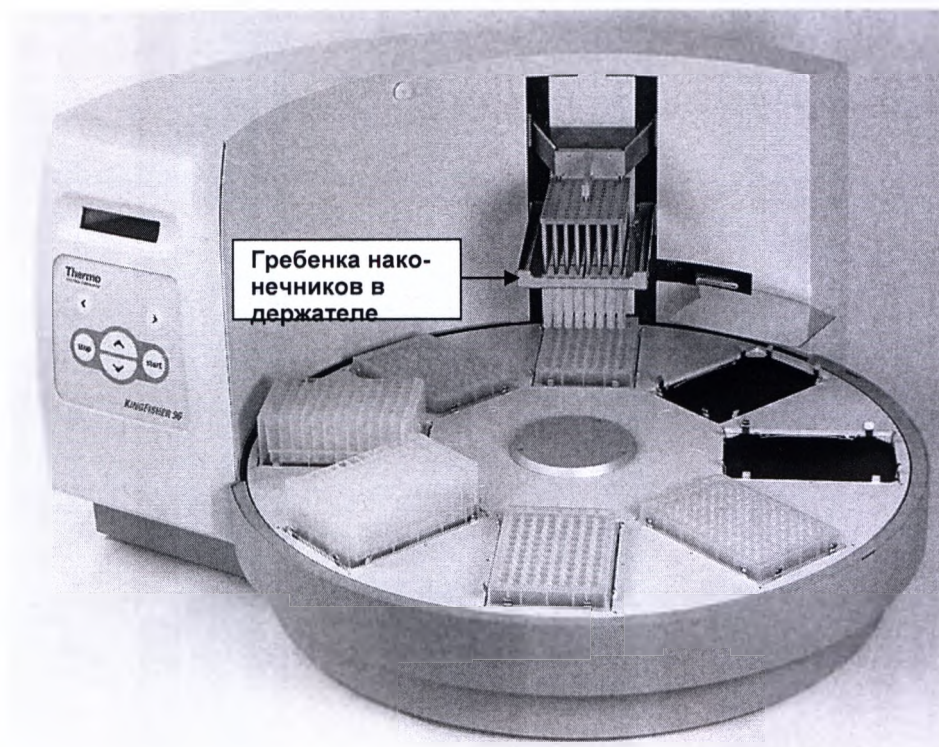

Рис. 6.10 Гребенка наконечников в держателе
4. Гребенка наконечников автоматически фиксируется в держателе (Рис.6.10)